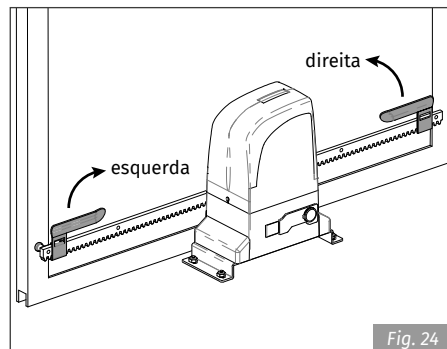

Fig. 24
- 4 • As chapas de de fim-de-curso devem ser instaladas como na Fig. 24.